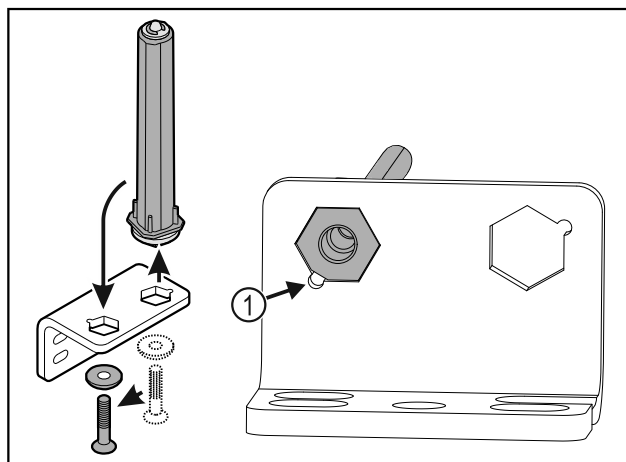

Fig. 34
- Ügyeljen arra, hogy felhelyezéskor a csapszeg élettörése Fig. 34 (1) a kerek furat felé mutasson.